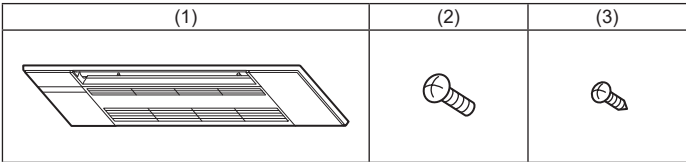

Fig. 8-1
8.1. Contrôle du contenu (Fig. 8-1)